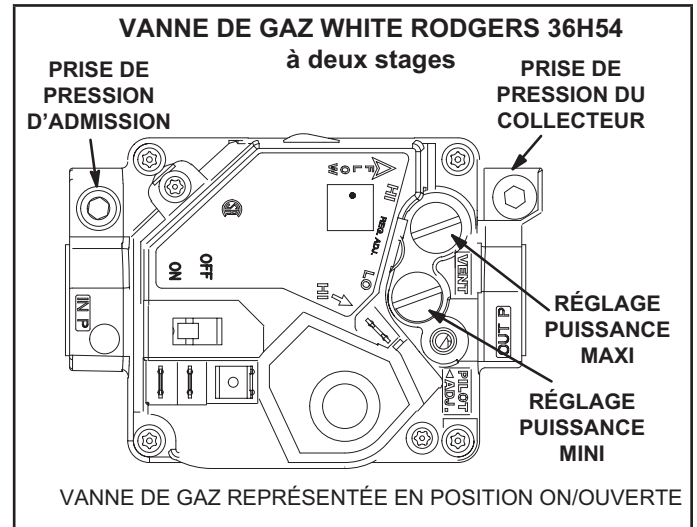

FIGURE 39
Fonctionnement de la vanne de gaz Honeywell VR8205Q / VR8305Q et White Rodgers 36H54 (FIGURE 39).
- 5 - Mettre l'interrupteur de la vanne de gaz sur **OFF/FERMÉE**. Voir FIGURE 39.
- 6 - Attendre cinq (5) minutes pour s'assurer que tout le gaz a eu le temps de se dissiper. En cas d'odeur de gaz, **ARRÊTER!** Appeler immédiatement le fournisseur de gaz depuis chez un voisin et se conformer à ses instructions. S'il n'y a pas d'odeur de gaz, passer au point suivant.
- 7 - Mettre l'interrupteur de la vanne de gaz sur **ON/OUVERTE**. Voir FIGURE 39.